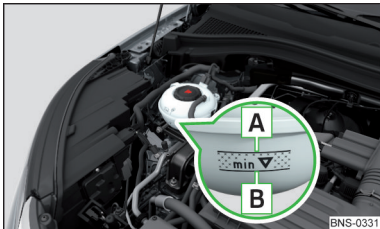

Fig. 328
Vérifier le niveau du liquide de refroidissement - Le niveau du liquide de refroidissement doit être compris entre les repères **A** et **B** » fig. 328. Si le niveau de liquide de refroidissement se situe sous le marquage **B**, remplissez de liquide de refroidissement.
Les **spécifications** du liquide de refroidissement sont mentionnées sur l'emballage du liquide de refroidissement » fig. 328.
- Ne versez pas le liquide de refroidissement au-delà de la marque **A** » fig. 328. En cas de réchauffement, le liquide de refroidissement pourrait être pressé hors du système de refroidissement - risque d'endommagement des pièces du moteur.